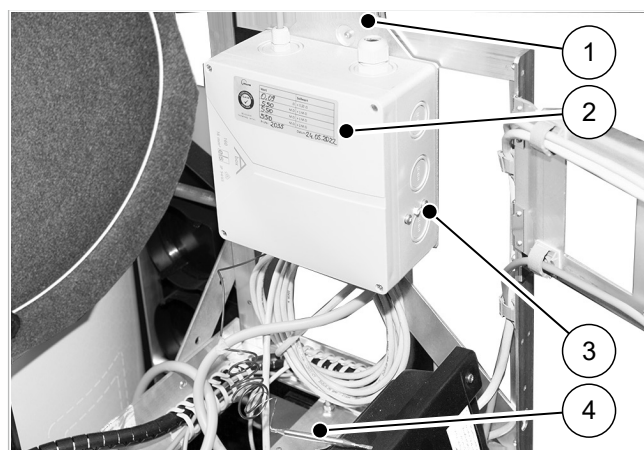

Abb. 7: Anschlussbox für Heizpatrone, montiert
1. Den Sicherheitstemperaturbegrenzer (4, → Abb. 7) in die Hülse an der Heizpatrone stecken und mit beiliegendem Federstecker sichern.